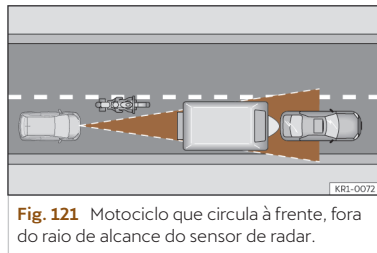

Fig. 121 Motociclo que circula à frente, fora do raio de alcance do sensor de radar.
- Veículos que circulem desalinhados ou fora da zona de deteção do sensor, por exemplo, motociclos >>> **Fig. 121.**